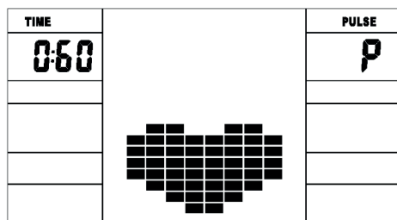

Figure 24
- B. Appuyez sur le bouton RECOVERY pour commencer le test de récupération du rythme cardiaque et l'ordinateur passera en mode arrêt (Fig. 24).